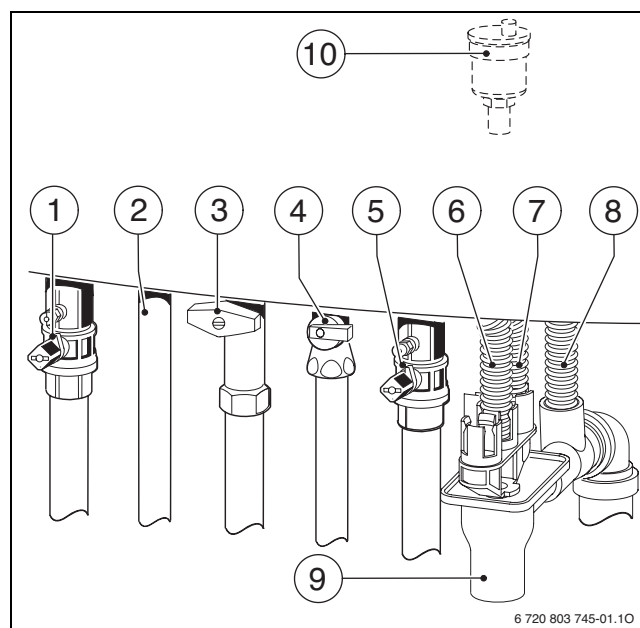

Fig. 23 Tilslutninger
- ▶ Åbn fremløbsventilen og returventilen (→ fig. 23, [1] og [5], side).
- ▶ Åbn ventilen for koldt vand (→ fig. 23, [4]).
- ▶ Åbn den automatiske udluftning (lad den stå åben) (→ fig. 23, [10]).
- ▶ Åbn gashanen (→ fig. 23, [3]).